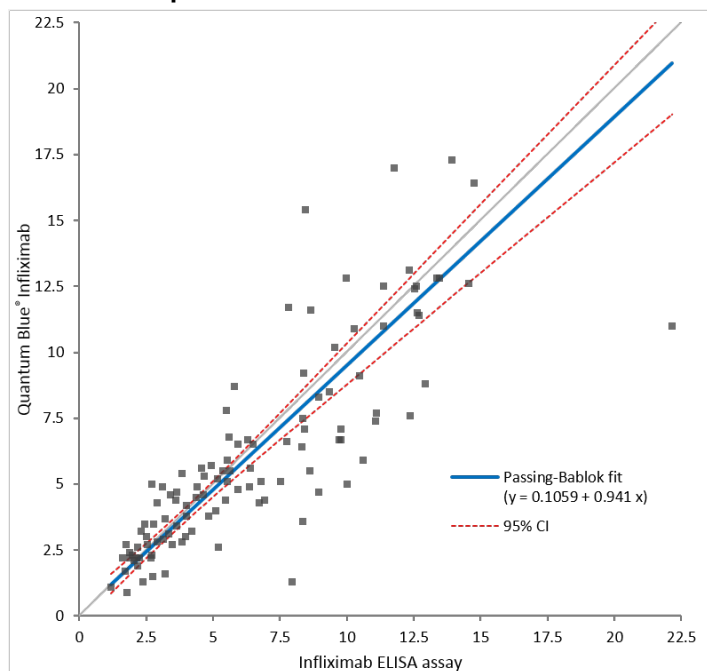

Fig. 3
O estudo de comparação de métodos foi realizado de acordo com a diretriz CLSI EP09-A3. Cento e dez (110) amostras clínicas foram medidas de acordo com a instrução para utilização do ensaio Quantum Blue® Infiximabe e com um teste de ELISA de infliximabe comercialmente disponível (ref. 6). As medições foram realizadas ao longo de três dias utilizando dois lotes de cassetes de teste de Infiximabe Quantum Blue®. Os dados de correlação estão ilustrados na Fig. 3.